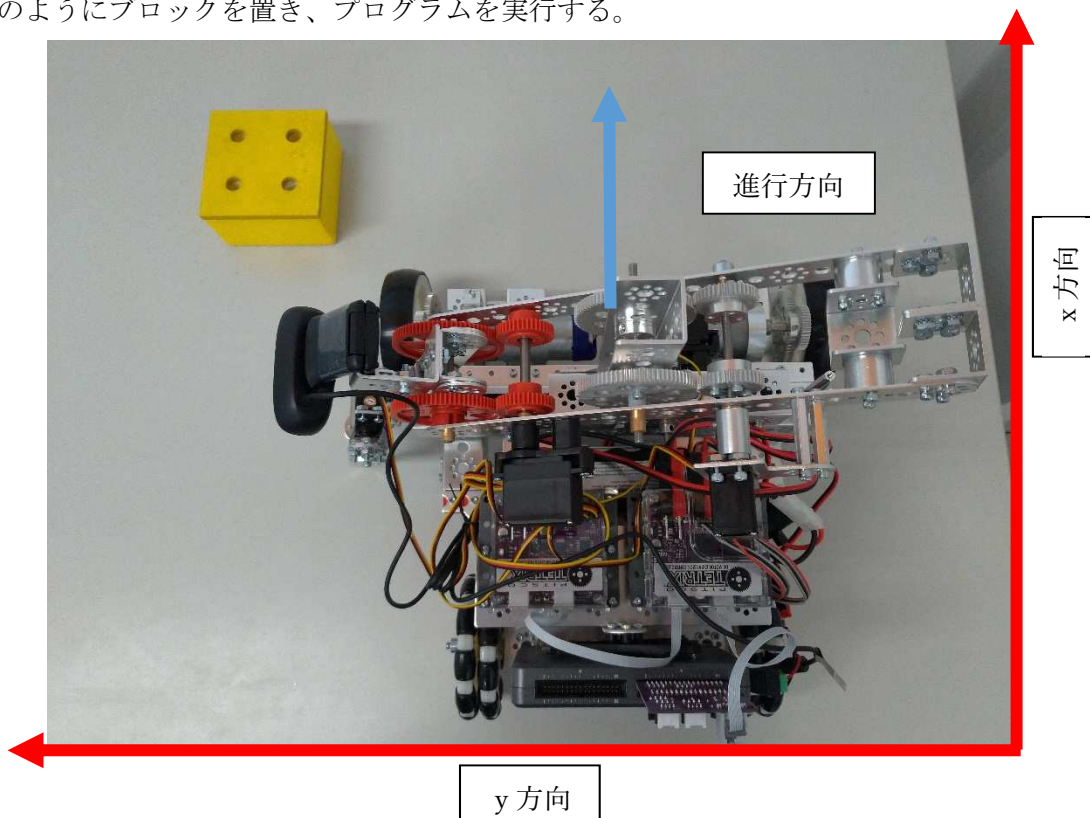

図 12 実験環境
- (2) 図 12 のようにブロックを置き、プログラムを実行する。